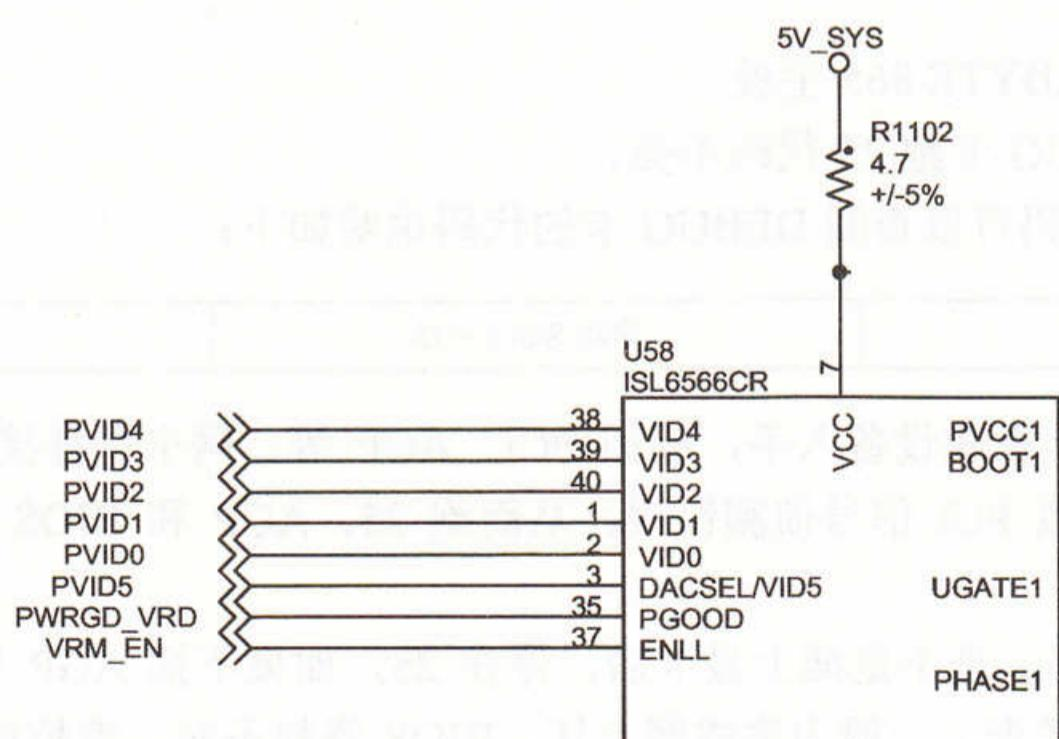

图 5-53 ISL6566 应用电路图
**维修过程：**重新加热北桥后，此板修复。ISL6566 应用电路如图 5-53 所示，37 脚为 ENLL。